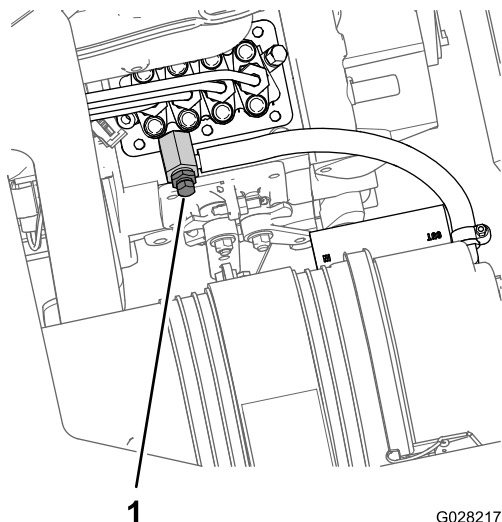

Figura 74
- Coloque un recipiente de vaciado debajo de la parte del motor donde está situada la bomba de inyección de combustible (Figura 74).
- Abra el tornillo de purga de aire de la bomba de inyección de combustible (Figura 74).
- Deje la llave en posición de CONECTADO hasta que fluya una corriente continua de combustible alrededor del tornillo de purga (Figura 74).
- Apriete el tornillo de purga (Figura 74) y gire la llave a Desconectado.